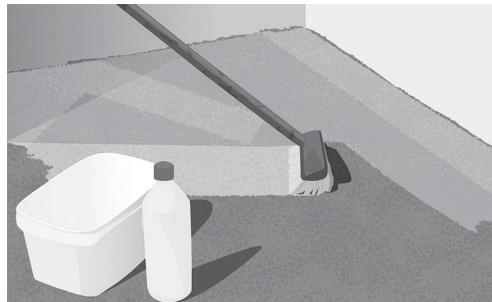

Fig. 3. Rengør og forbehandl gulvet
7. Forbehandl dit gulv med en passende primer (fig. 3).